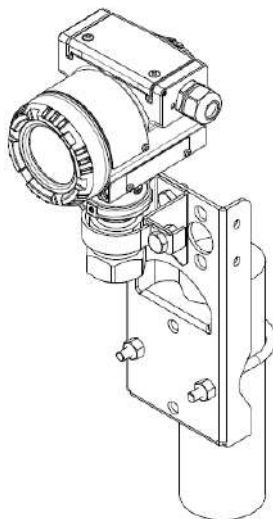

Рис. 1.10
- на вертикальной или горизонтальной монтажной трубе (50–60 мм) с использованием скоб, датчик давления крепится на кронштейн с помощью 4-х прилагаемых винтов см. рис. 1.10. Габаритные размеры кронштейнов даны в **приложении Г**.